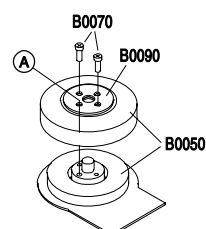

Fig. 8
- Beim Einsetzen des Rotors muss die Vertiefung der Bandtrommeleinheit durch das Loch (A) des Rotors sichtbar sein (Fig. 8).